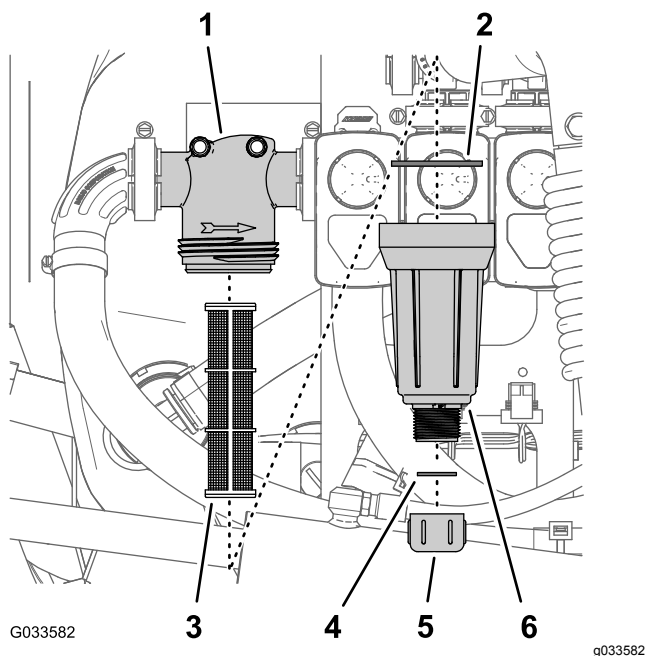

Рисунок 79
2. Поместите сливной поддон под фильтр линии нагнетания (Рисунок 79).
3. Поверните крышку сливного отверстия против часовой стрелки и снимите ее со стакана фильтра линии нагнетания (Рисунок 79).
4. Поверните стакан против часовой стрелки и отделите его от головки фильтра (Рисунок 79).
5. Снимите элемент фильтра линии нагнетания (Рисунок 79).
7. Проверьте прокладку пробки сливного отверстия (расположенную внутри стакана) и прокладку стакана (расположенную внутри головки фильтра) на наличие повреждений и износа (Рисунок 79).
8. Вставьте элемент фильтра линии нагнетания в головку фильтра (Рисунок 79).
9. Установите стакан на головку фильтра, затянув от руки (Рисунок 79).
10. Установите крышку сливного отверстия на штуцер в нижней части стакана и затяните крышку от руки (Рисунок 79).